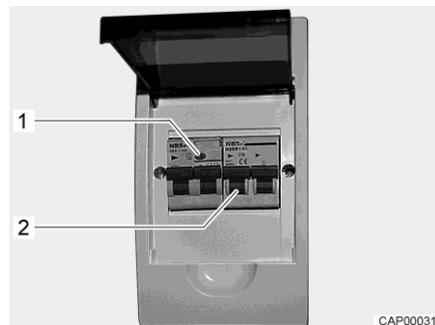

Fig. 74 Coffret de fusibles 230 V avec disjoncteur de protection de circuit et disjoncteur FI
Un disjoncteur différentiel (disjoncteur FI) dans le coffret de fusibles protège tout le véhicule contre le courant différentiel (0,03 A). Le disjoncteur de protection de circuit connecté en aval (10 A) (Fig. 74,2) protège le réseau de bord 230 V.
- Lorsque le véhicule est raccordé à l'alimentation 230 V, appuyer sur la touche de contrôle (Fig. 74,1). Le disjoncteur différentiel doit se déclencher.